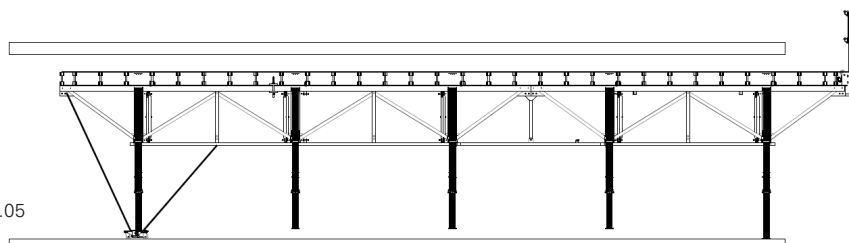

Fig. A3.05
5. Retirer les dispositifs d'abaissement. Fixer les étais avec les chariot à l'aide des sangles de tension.(Fig. A3.05)